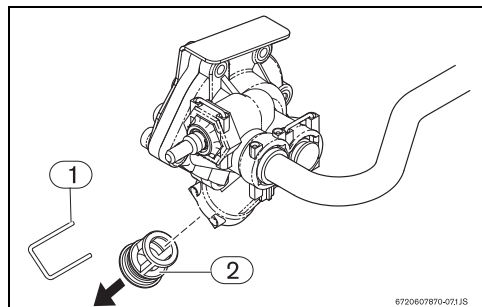

Fig. 9 Purga
- ▶ Retirar el clip de fijación del casquillo del filtro (Fig. 9, [1]) situado en el automático de agua.
- ▶ Retirar el casquillo del filtro (Fig. 9, [2]) del automático de agua.
- No debe instalarse el aparato en locales donde la temperatura ambiente pueda bajar de los 5 °C. Si existe riesgo de congelación, apague y vacíe el aparato (Fig. 9).